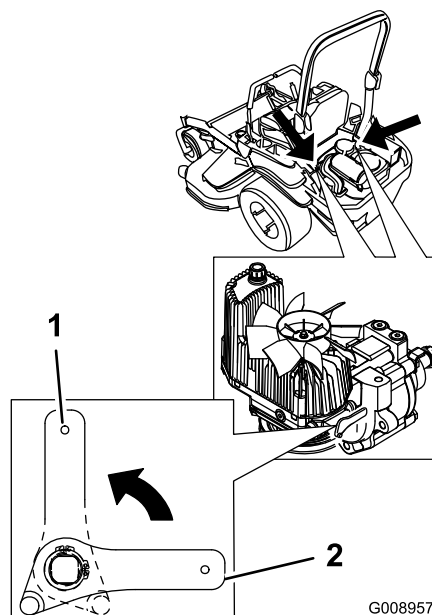

Figura 38
2. Ruotate verticalmente le leve delle valvole di rilascio per spingere la macchina (Figura 38).
4. Ruotate orizzontalmente le leve delle valvole di rilascio per guidare le macchine (Figura 38).